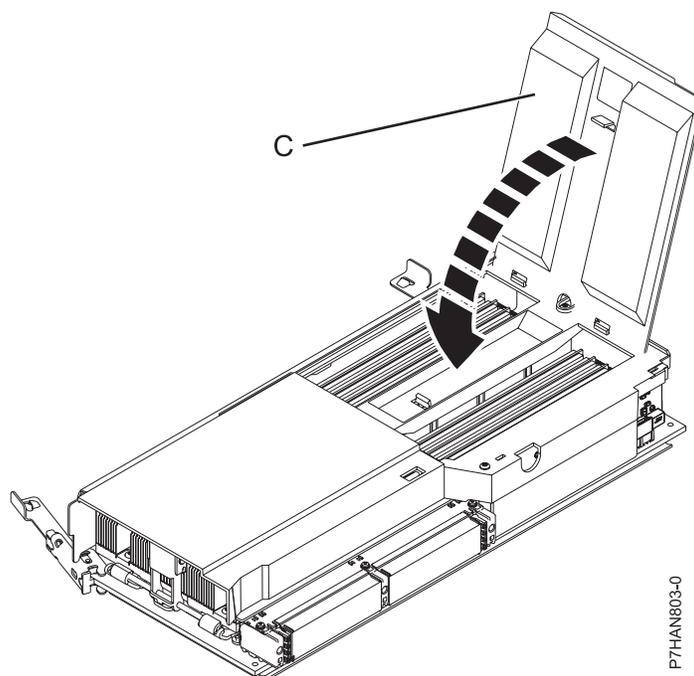

Figure 3. Fermeture du capot du module de mémoire
15. Fermez le capot du module de mémoire (C) en l'emboîtant dans son logement, comme indiqué sur la figure 3, à la page 5.